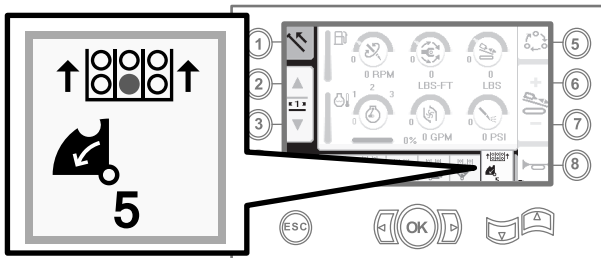

Figura 19
10. Solte o interruptor oscilador para prosseguir para o passo seguinte na sequência (Figura 19).